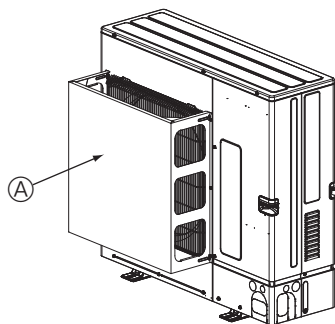

Fig. 2-4
- ② Installer un guidage d'air optionnel si l'appareil est placé dans un endroit où les vents violents d'une tempête, par exemple, pourraient s'engouffrer directement dans la sortie d'air. (Fig. 2-4)